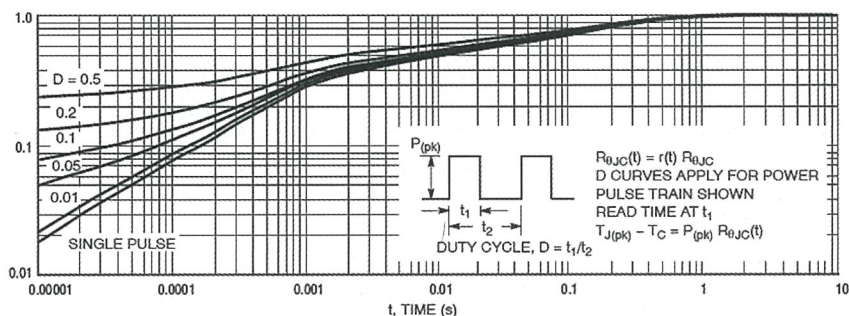

图2 热响应曲线
6) Thermal Response (见图2)。
根据图2所示，选择SINGLE PULSE的曲线来计算。